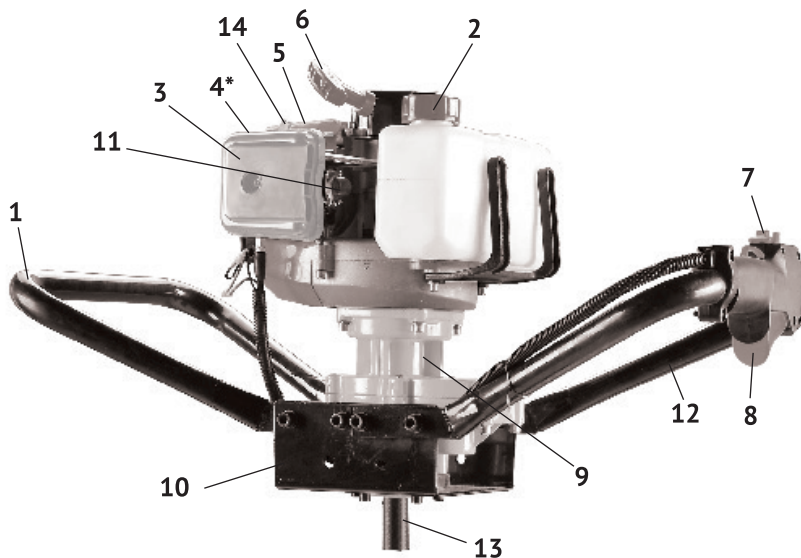

рис.1
2.4 Общий вид бензобура представлен на рис.1
3.1 Металлический редуктор бензобура (рис.1 поз.9) с двигателем и рукоятки (рис.1 поз.1 и 12) закреплены на стальной соединительной планке (рис.1 поз.10). Соосный с валом двигателя шестерёнчатый редуктор понижает частоту вращения, что приводит к увеличению крутящего момента на выходном валу (рис.1 поз.13). На выходной вал стандартного размера (\varnothing 20мм) крепится рабочий инструмент бензобура: шнеки для бурения скважин в грунте или лунок во льду.
3.2 Бензобур оснащён одноцилиндровым двухтактным двигателем внутреннего сгорания с вертикальным расположением коленчатого вала. Двигатель имеет карбюраторную систему питания. Пуск двигателя осуществляется ручным тросовым возвратным стартером (рис.1 поз.6).
Открутите крышку (рис.1 поз.2) топливного бака. Заливайте топливо в бак не более чем на 1 см ниже уровня основания заливной горловины. Перед запуском двигателя тщательно протрите топливный бак, удалив возможные при заправке брызги топлива.
- перевести выключатель зажигания (рис.1 поз.7) в положение «ВКЛ»;
- перевести рычаг воздушной заслонки (рис.1 поз.14) в положение «закр.ито» - (крайнее левое положение) при пуске холодного двигателя (для прогретого двигателя рычаг устанавливается в промежуточном положении);
- нажмите несколько раз на кнопку ручной подкачки топлива (рис.1 поз.11);
- резко, с усилием потяните рукоятку стартера (рис.1 поз.6) до упора, повторите действие ещё раз, если двигатель не завёлся.
6.1.2 При нажатии на рычаг дроссельной заслонки (рис.1 поз.8), увеличатся обороты двигателя и, после срабатывания центробежного сцепления, шнек начнёт вращаться. Скорость вращения шнека регулируется нажатием на рычаг дроссельной заслонки.
- перевести выключатель зажигания (рис.1 поз.7) в положение «ВЫКЛ».